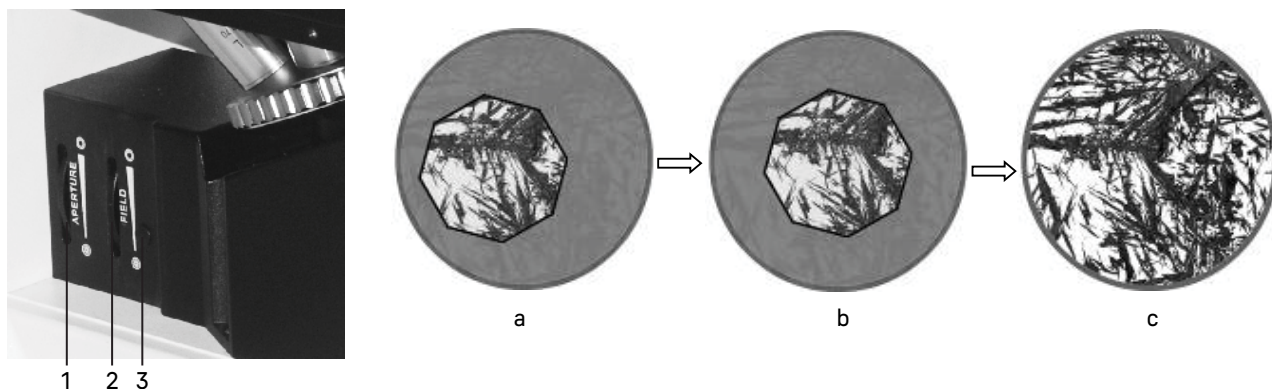

Рис. 11. Настройка освещения по Кёлеру
2. Раскройте апертурную диафрагму 1 и закройте полевую диафрагму 2. В поле зрения будет видно светлое пятно с изображением краев диафрагмы, как показано на рис. 11.
3. Если светлое пятно отклоняется от центра поля зрения, как показано на рис. 11а, отрегулируйте центрирующий винт 3 с помощью двух ключей-шестигранников, чтобы центр полевой диафрагмы совпал с центром поля зрения, как показано на рис. 11б.
- Откройте полевую диафрагму, чтобы изображение наблюдаемого образца заполнило поле зрения, как показано на рис. 11с.